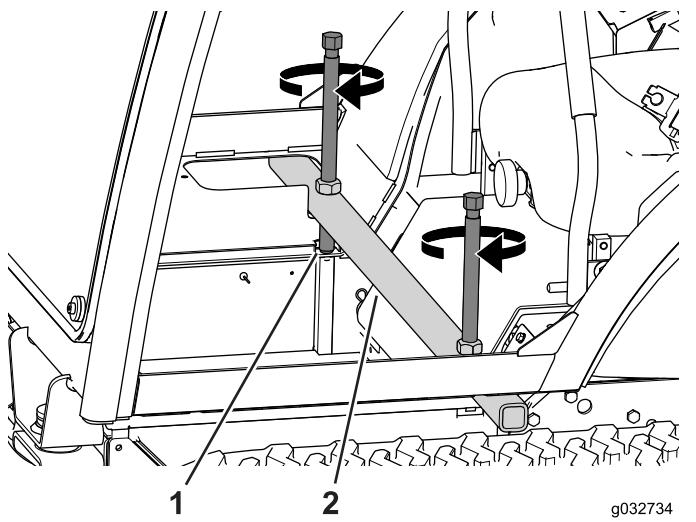

Figura 113
- Coloque la barra de elevación a través del bastidor de la cabina (Figura 113).
- Gire los tornillos de elevación de forma alternativa, unas pocas vueltas a la vez, hasta que la cabina pivote hacia adelante (Figura 113).